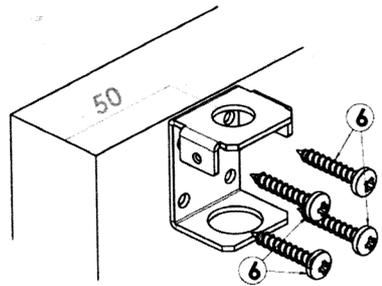

Fig.8
Fixer les cavaliers guide tringles en position supérieure et inférieure comme représenté Fig.8, en utilisant les vis (6) indiquées sur le tableau de visserie.